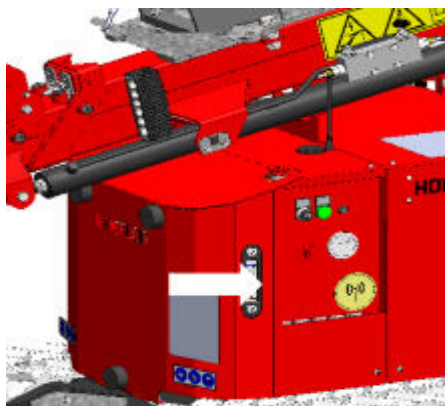

Figure 4.1 Vérifier le niveau d'huile
4. Contrôlez le niveau d'huile du réservoir hydraulique (voir *Figure 4.1*). Le niveau d'huile doit se situer entre le regard inférieur et le regard supérieur situés au côté gauche de la grue. Si nécessaire, faites l'appoint avec Hydro 46.